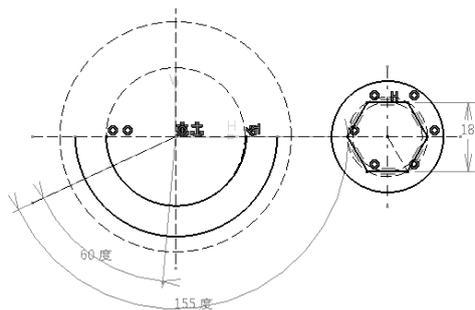

图 5-136
- 单击“直线”按钮，绘制两条直线再转换成构造线，如图 5-136 所示。